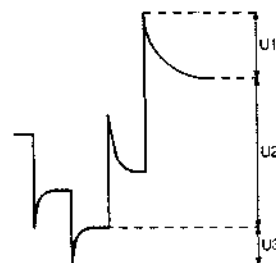

Fig. 1
- R3027 so einstellen, dass $U1/U2 = 1,10 \pm 0,03$ (siehe Fig. 1).
- R3030 so einstellen, dass $U3/U1 = 0,70 \pm 0,03$ (siehe Fig. 1).
- Adjust R3106 until $U_1=U_2$ (see Fig. 1).
- R3106 zodanig instellen dat $U_1=U_2$ (zie fig. 1).
- R3106 so einstellen, daß $U_1 = U_2$ (siehe Abb. 1).
- Réglez R3106 de façon que $U_1=U_2$ (voir fig.1).
T27/962**Fig. 1**MDA.02447